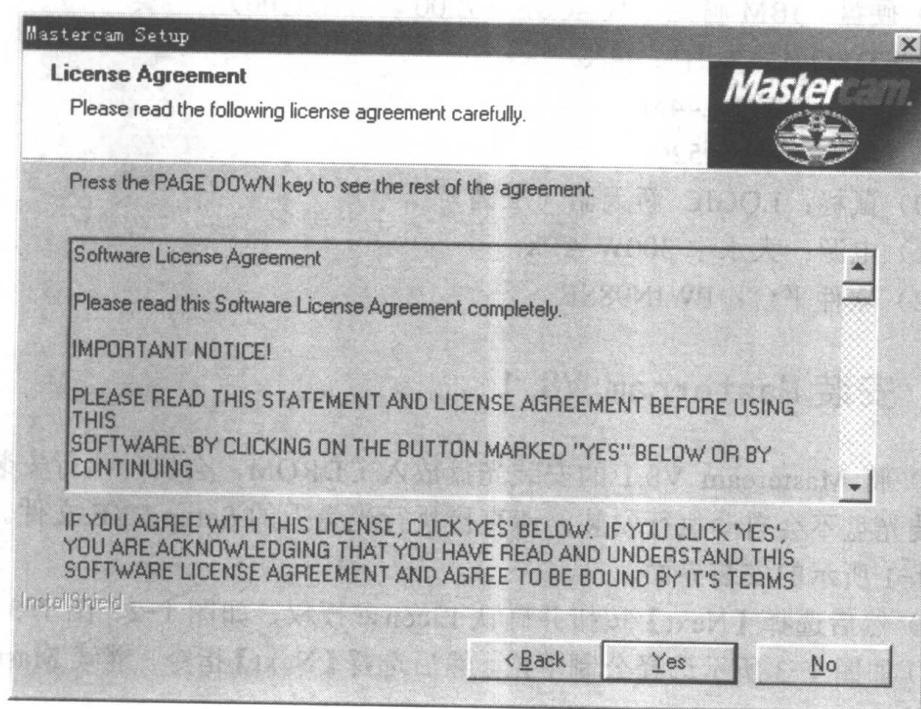
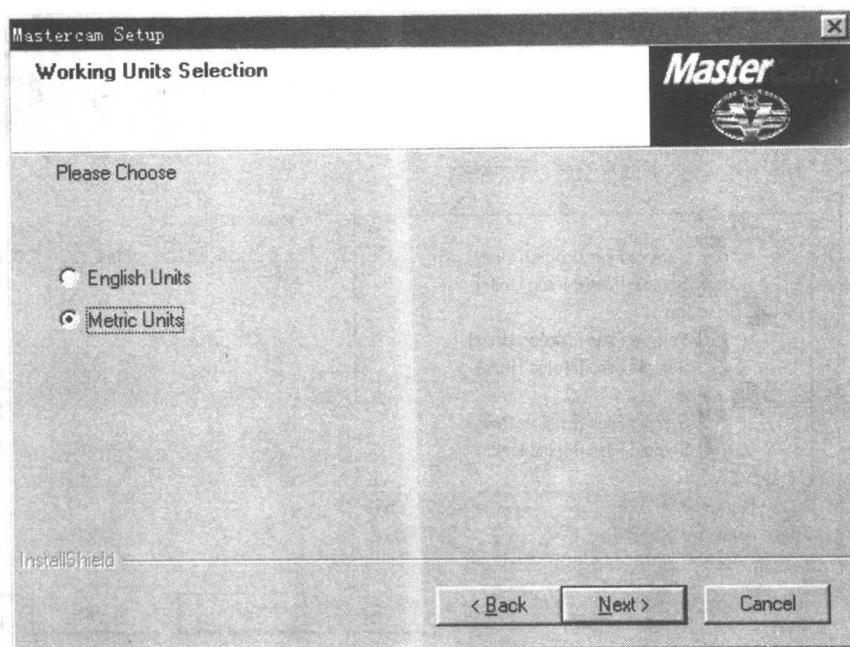

图1-2 确认 License 授权
图1-3 选择系统工作单位
- 2) 然后选择【Next】按钮并确认 License 授权，如图 1-2、图 1-3 所示。
- 3) 如图 1-3 所示选择公制单位，然后选择【Next】指令，继续 Mastercam V8.1 的安装。